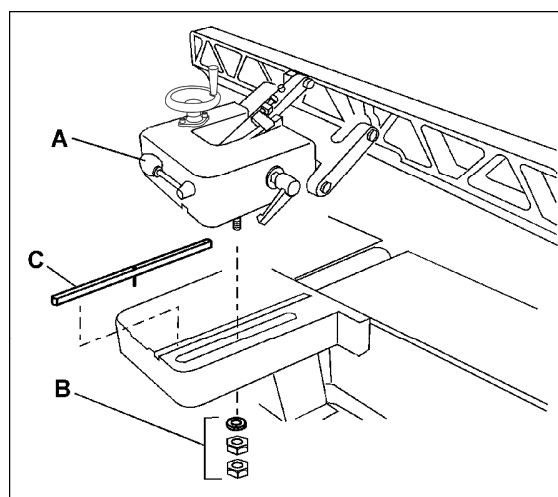

Рис. 46
1. Ослабьте ручку фиксации (А, Рис. 46) и открутите 2 шестигранные гайки с шайбами (В, Рис. 46), придерживая упор на кронштейне. Снимите узел упора.
2. Извлеките шпонку (С, Рис. 46) из кронштейна упора. При необходимости для извлечения можно воспользоваться шлицевой отверткой, поддев ею один конец шпонки.
3. Установите узел упор под нужным углом поперек строгального вала. См. Рис. 47. Прикрутите упор к кронштейну с помощью шестигранных гаек и шайб (В, Рис. 46), затем затяните ручку фиксации упора (А, Рис. 46).
ПРИМЕЧАНИЕ: при установке узла упора обратно в его обычное положение сначала вставьте назад шпонку (С, Рис. 46) в паз.